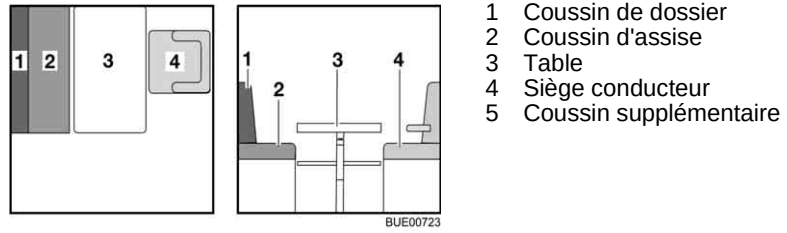

Fig. 97 Avant la transformation
- Tourner le siège conducteur (Fig. 97,4) et le pousser complètement vers l'avant.
- Convertir la table (Fig. 97,3) en sommier de lit (voir paragraphe 6.10).
- Placer le coussin de dossier (Fig. 97,1) de côté.